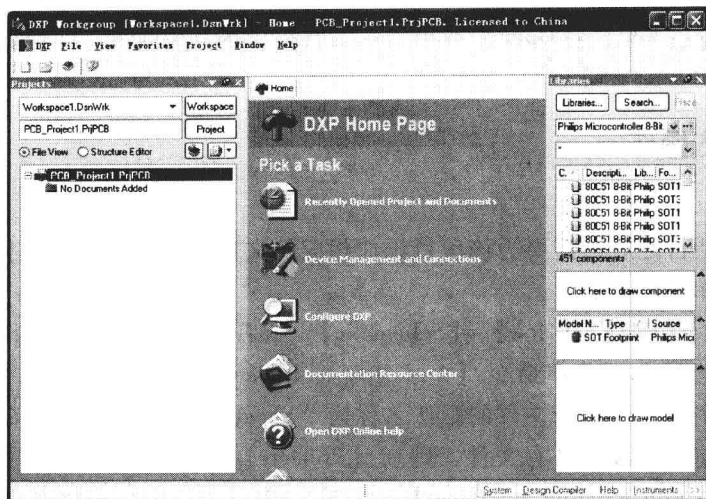

图 1-8 新建一个项目
运行 Protel DXP 2004，执行菜单命令【File】→【New】→【Project】→【PCB Project】，由此创建一个新的 PCB 项目。在创建一个新的 PCB 项目的同时，系统会自动弹出【Projects】工作面板，并以一个默认名为“PCB\_Project1. PrjPCB”的项目出现在【Projects】工作面板上，如图 1-8 所示。
**注意：**图 1-8 中新建的项目是一个空项目，即该项目下目前没有添加任何文件。当一个项目添加文件后，此时会在该项目后出现“\*”号以及红色符号，如图 1-11 所示，这些都表示该项目已经被修改且尚未保存。同样，当一个文件被修改后，在该文件名称的后面，也会出现相同的提示，表示此文件已经被修改且尚未保存。